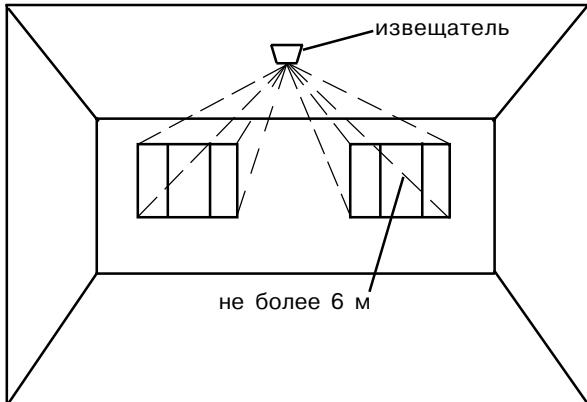
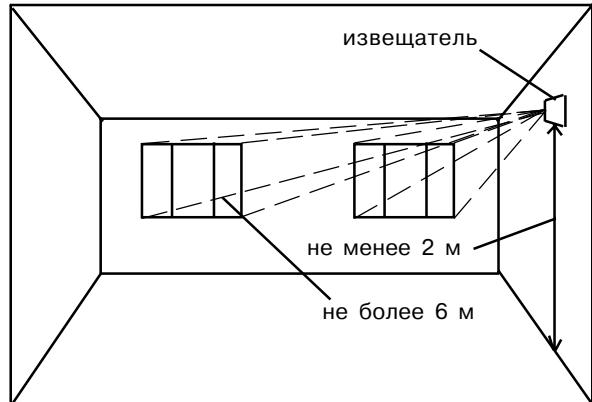
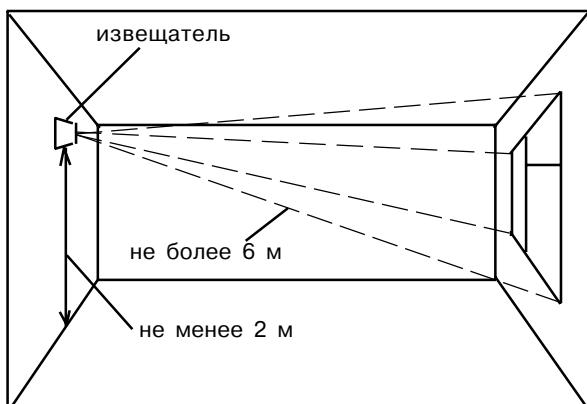
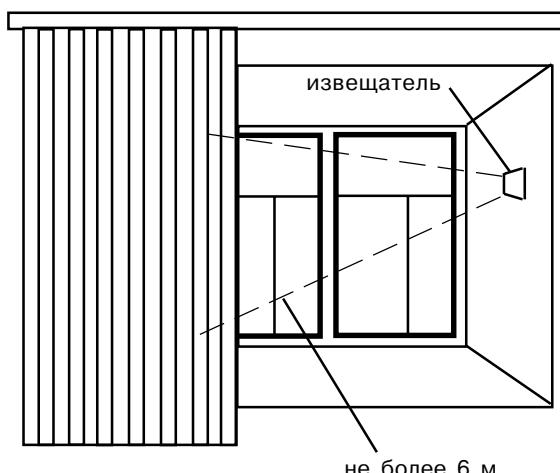

Рис. 4 - Установка извещателя на потолке
Рис. 5 - Установка извещателя на боковой стене
Рис. 6 - Установка извещателя на противоположной стене
Рис. 8 - Установка извещателя между стеклом и занавесями (жалюзи)
- допускается установка извещателя на любой из боковых (рис. 5) или противоположной (рис. 6) стене, а также на потолке помещения (рис. 4 и 7) или в простенке между охраняемым стеклом и занавесями (рис.8);